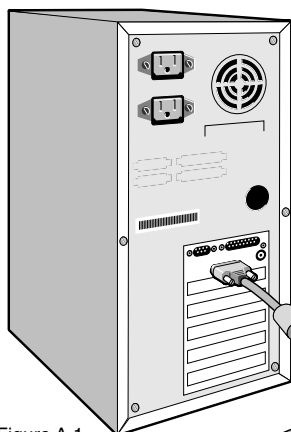

Figure A.1
2. **Sur PC :** Raccordez le mini-connecteur D-SUB à 15 broches du câble de signal approprié au connecteur de la carte d'affichage de votre système (Figure A.1). Serrez toutes les vis.